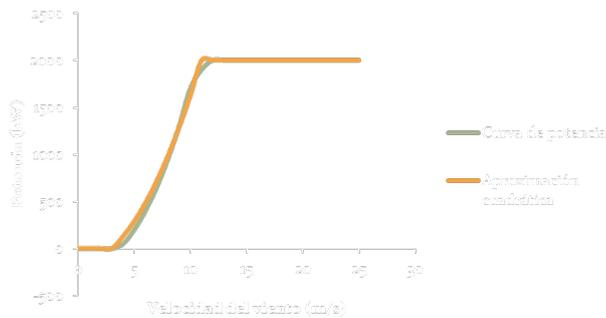

Figura 2. Aproximación cuadrática a la curva de potencia.
- Aproximación Cuadrática:** En este modelo, la potencia es proporcional al cuadrado de la velocidad del viento en un rango determinado. Esta aproximación es más precisa que la lineal y considera un cambio gradual en la tasa de incremento de potencia a medida que aumenta la velocidad del viento. En la Figura 2 se representa la aproximación cuadrática.